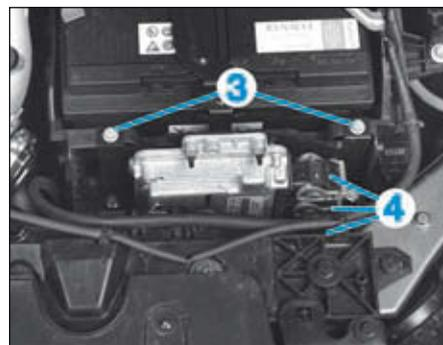

FIG.35
- les vis (3) (Fig.35),
- Débrancher les connecteurs (4).